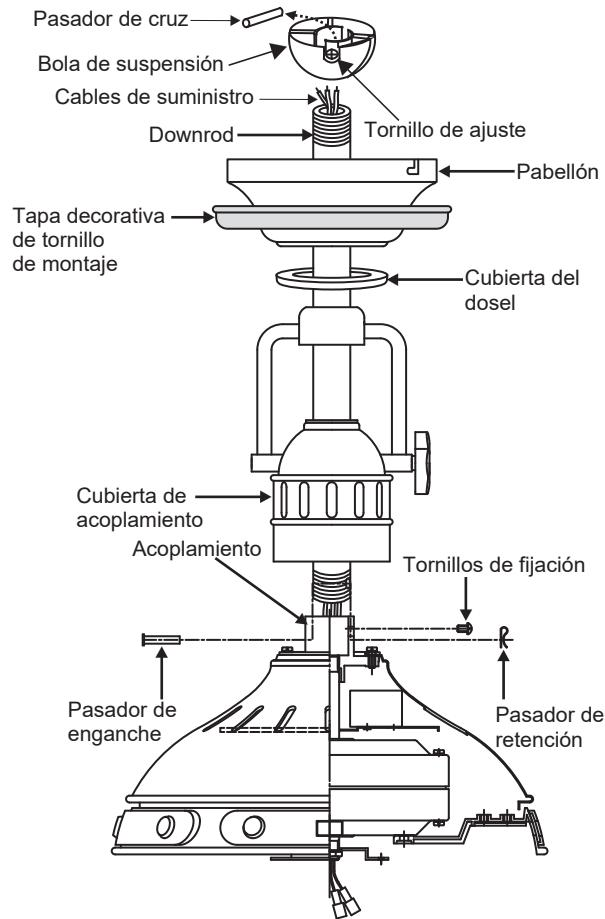

Fig. 7
**Paso 1.** Retire la bola de suspensión del conjunto de la varilla aflojando el tornillo de fijación, retirando el pasador transversal y deslizando la bola fuera de la varilla. (Fig. 7)
**Paso 2.** Afloje los dos tornillos de fijación y retire el pasador de enganche y el clip de retención del acoplamiento en la parte superior del conjunto del motor. (Fig. 7)
Luego, reemplace el pasador de enganche y el clip de retención. Apriete ambos tornillos de fijación. (Fig. 7)
Enrosque la bola de suspensión en la varilla, inserte el pasador transversal a través de la varilla y apriete. Ahora apriete el tornillo de fijación. (Fig. 7)